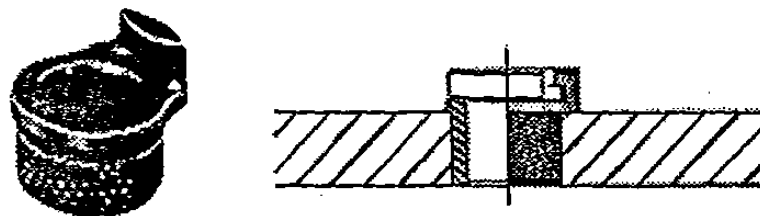

Figura 8-28. Los casquillos de forro de cierre (candado) con estriado en diamante están moldeados en el lugar o empotrados.
8.1.2.6. Forro de Cierre con Estriado en Diamante. El casquillo de forro de candado con estriado en diamante, tipo ULD, Figura 8-28, es una variante del forro de cierre (candado). Estos casquillos son una forma de casquillo de forro para aplicaciones de moldeo. Estos adoptan tanto al forro como al mecanismo de cierre (candado) en una unidad simple, pero los forros de cierre estriados en diamante cuentan con un estriado en diamante en su circunferencia. El estriado ofrece gran resistencia tanto para fuerzas giratorias como axiales. Al igual que los otros casquillos estriados, la circunferencia de estos casquillos de forro no está esmerilada, así que el diámetro interno se debe de utilizar para alinear al casquillo adecuado para aplicaciones de moldeo.